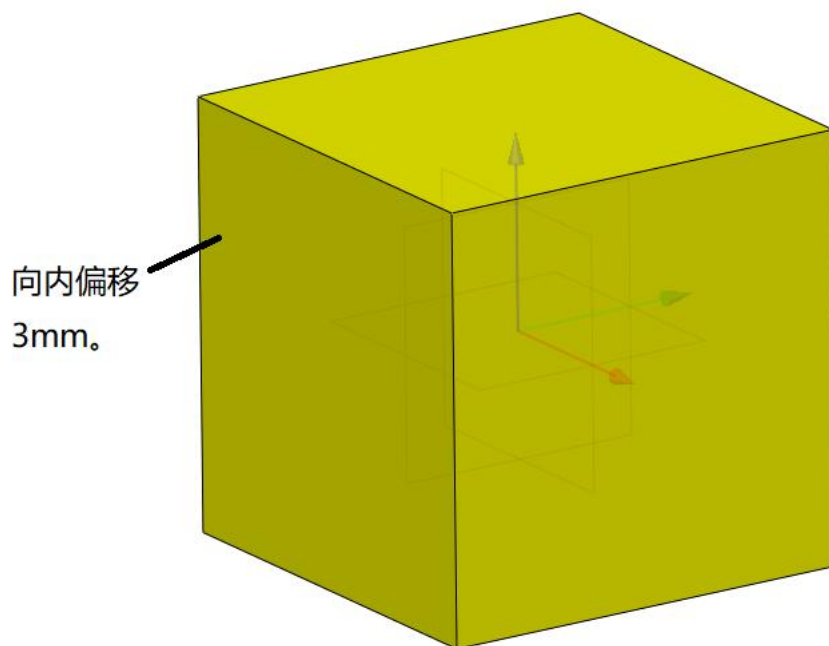

图 5-2 面偏移
2、面偏移举例，对图 5-2 所示图形，按要求偏移 3mm。